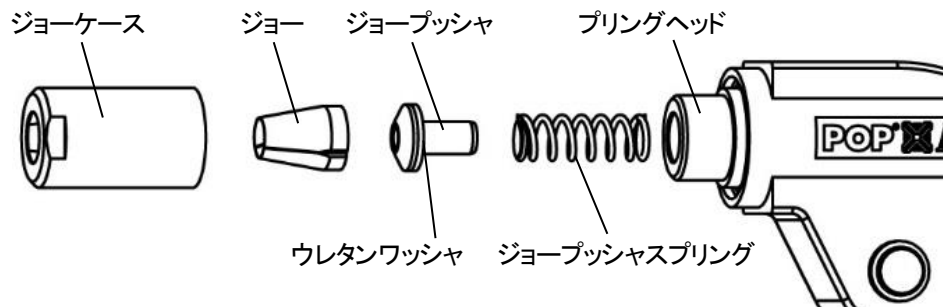

図 7-3
- ③ スパナ(15mm)でジョーケースを左に回し取り外してください。この時外れてくる部品を図 7-3 に示します。